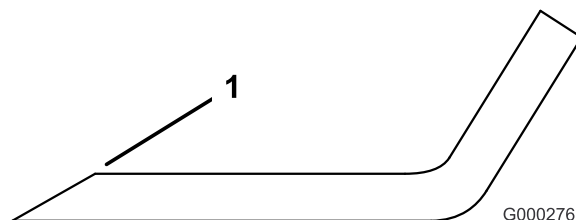

図 71
1. ブレードは、左右の刃先部分を研磨する (図 71)。刃先の角度を変えないように注意すること。左右を同じだけ削るようにすればバランスが狂わない。